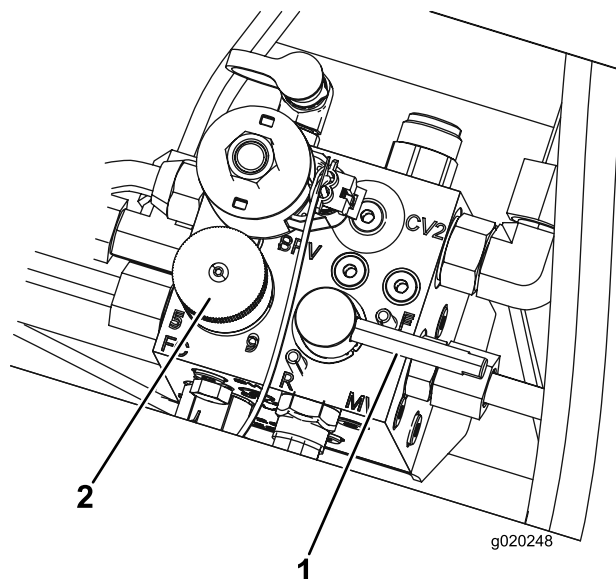

Figura 66
5. Defina o controlo da velocidade dos cilindros para a posição 1 (Figura 66).
6. Mova a alavanca de rectificação para a posição "R" (Figura 66).